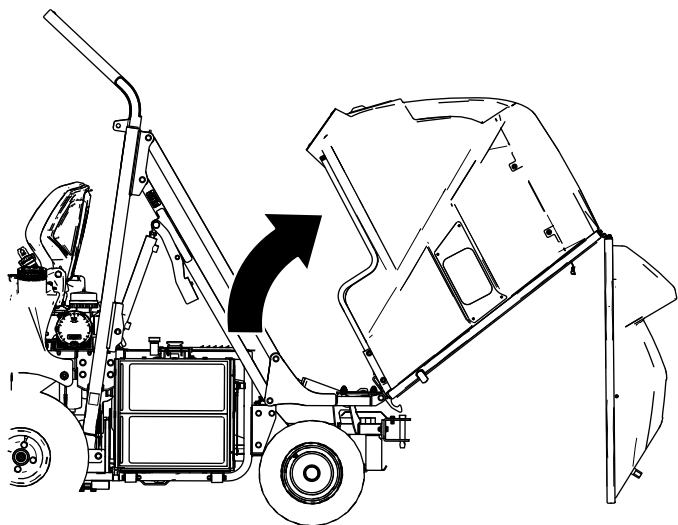

Figure 50
2. Basculez la trémie en arrière (Figure 50) à la main.